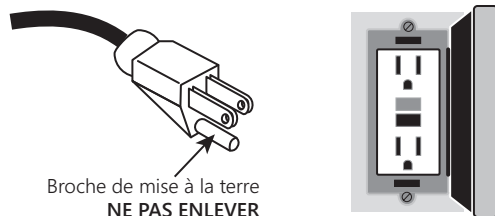

Figure 1. Broche de mise à la terre—ne pas enlever
- ◆ Ne jamais retirer la broche ronde de mise à la terre de la fiche (voir Figure 1). Couper le cordon ou la fiche annulera la garantie et nuira au fonctionnement de la pompe.